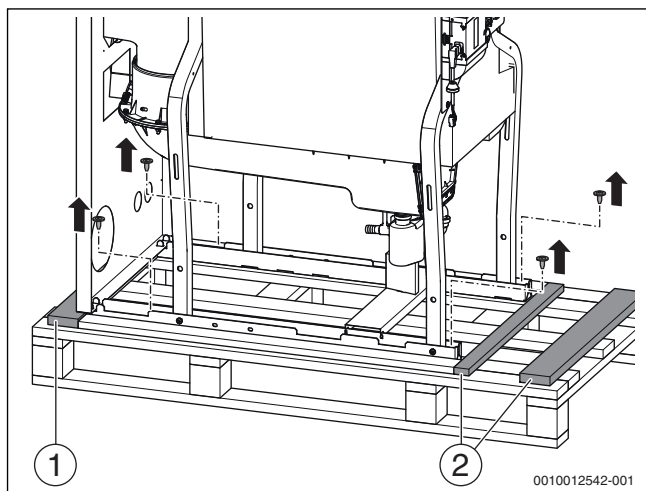

Рис. 7 Отсоединение котла от поддона (примерное изображение)
- ▶ В зависимости от направления сдвига удалите фиксирующую планку (→ рис. 7).